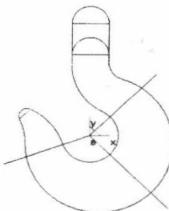

图 1-33 绘制截面 1、截面 2 的轮廓线
3) 绘制截面 1、截面 2 的轮廓线。单击“整圆”按钮 ，绘制以直线 P1 中点为圆心、直线 P1 端点为圆上一点的整圆。单击“曲线剪裁”按钮 ，将圆的下半部分裁掉，生成截面轮廓线。采取同样方法，生成截面 2 的轮廓线，如图 1-33 所示。